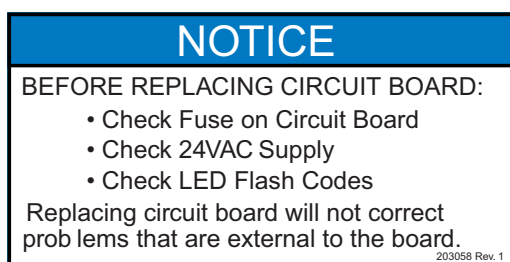

Figure 49. Étiquette d'NOTICE
- Collez l'étiquette NOTICE (12, voir Figure 49) sous l'étiquette du schéma de câblage installée à l'étape 6.